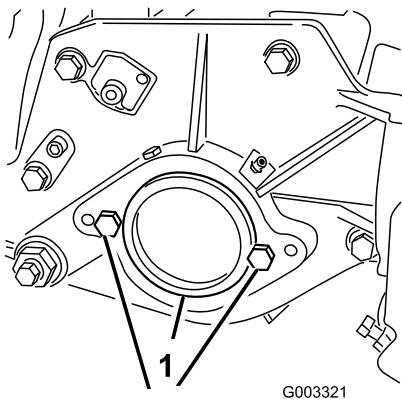

Figure 12
2. A l'extrême droite du plateau de coupe, retirez l'obturateur en plastique du logement de roulements (Figure 12).
3. Enlevez les 2 vis de la plaque latérale droite (Figure 12).
1. Obturateur en plastique    2. Vis (2)
5. Placez les 2 vis de fixation du moteur de cylindre sur la plaque latérale gauche du plateau de coupe sans les serrer (Figure 12).